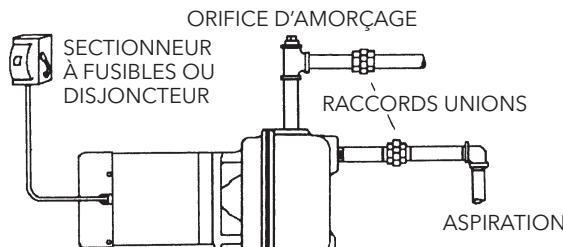

Figure 1
- Poser un raccord union étanche sur le tuyau d'aspiration, près de la pompe (v. fig. 1).
- Poser au-dessus de l'orifice de refoulement un té dont une branche sera orientée vers le haut pour servir au premier amorçage de la pompe (v. fig. 1).
Amorcer la pompe en remplissant cette dernière et la tuyauterie d'eau propre par l'orifice supérieur du té (v. fig. 1).